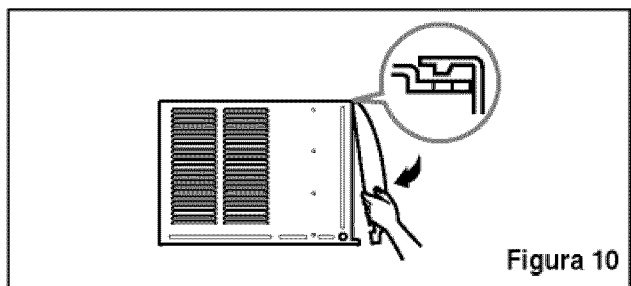

Figura 10
13. Pegue el panel frontal a la caja insertando los fijadores en el panel adentro los del panel de la caja. (Ver Figura 10)